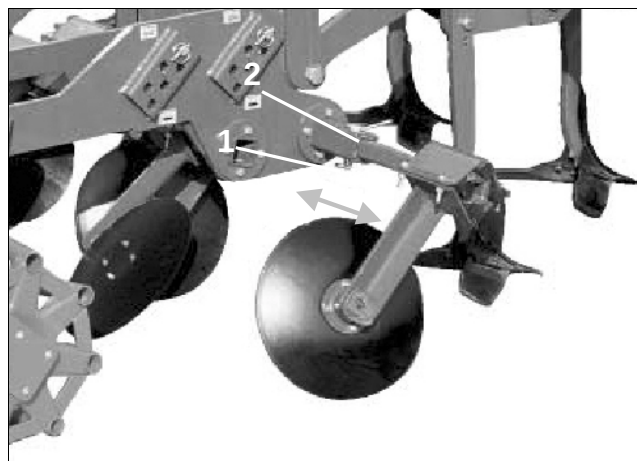

Fig. 16
- Demontera låssprinten (Fig. 16/1).
- Dra ut sprinten (Fig. 16/2).